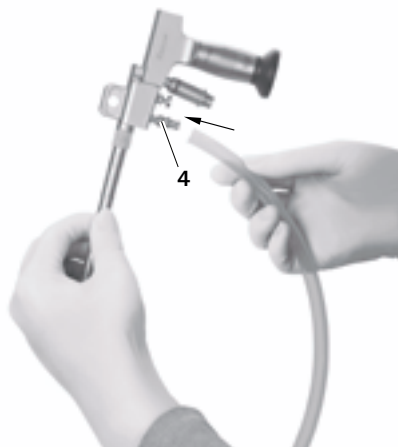

Fig. 20
- ▶ Ligar o tubo de lavagem à conexão de lavagem **4**, ver Fig. 20.